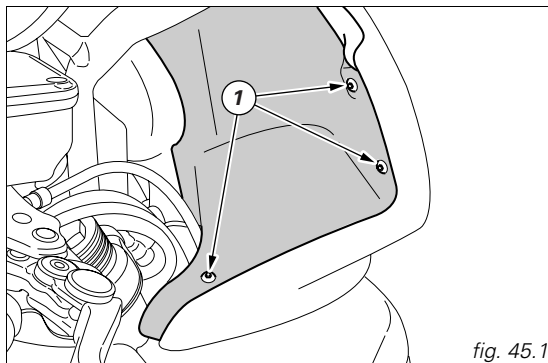

fig. 45.1
Dévisser les six vis (1) de fixation du capot intérieur des deux côtés de la bulle, puis dégager le capot par le haut (fig. 45.1).